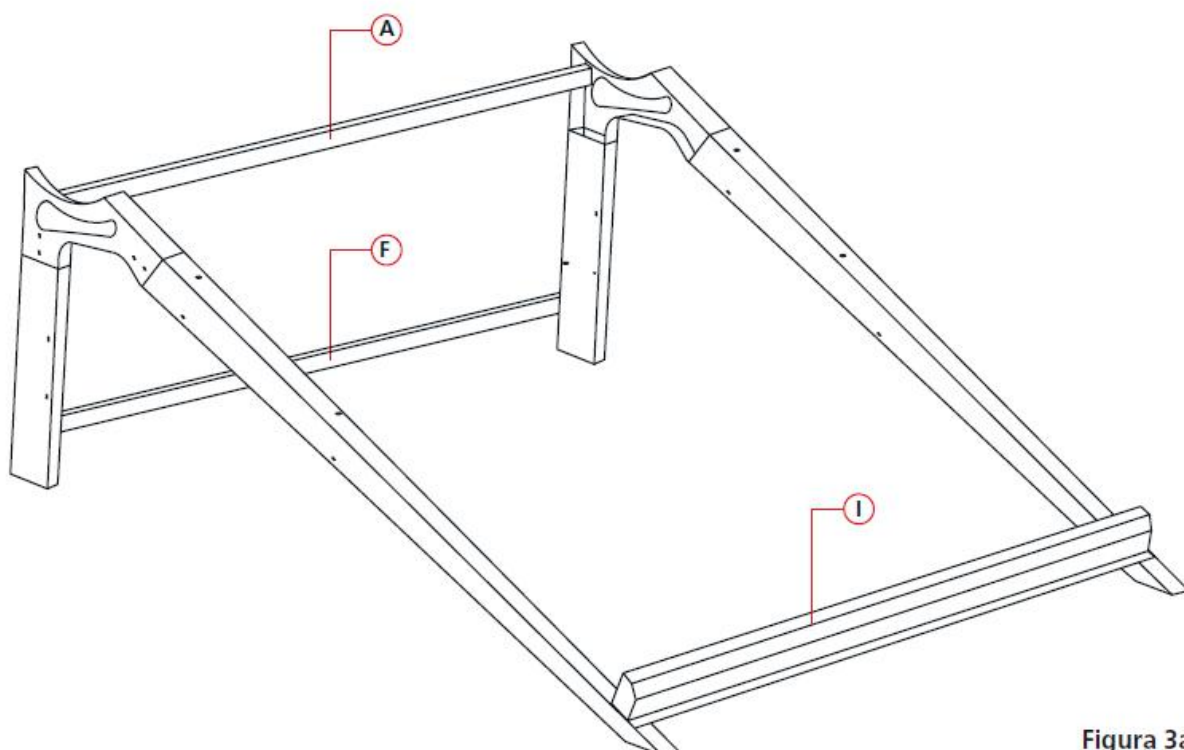

Figura 3a
2. En la parte trasera del marco colocar las barras estabilizadoras (A y F) para unir las dos estructuras laterales. Posteriormente, ponga el soporte inferior de los tubos (I) como se muestra en la figura 3a.